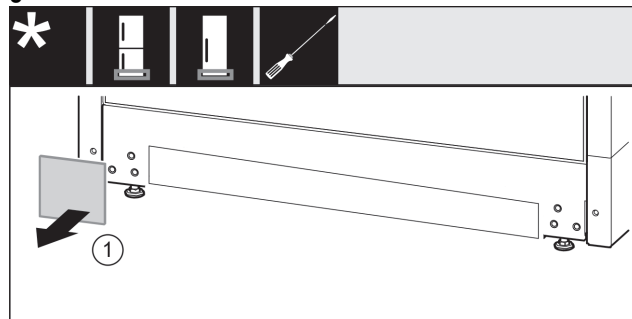

Fig. 15
- Võtke kate Fig. 15 (1) maha.